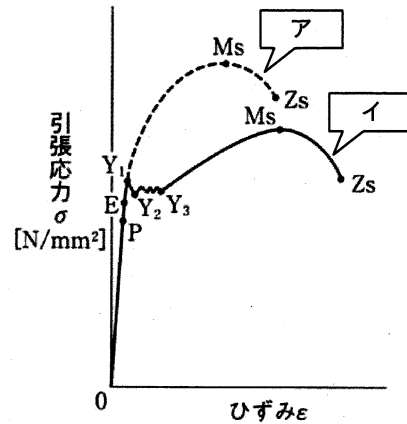

図1 炭素鋼の応力-ひずみ線図
1) 図1は炭素鋼の応力-ひずみ線図である。
①軟鋼の応力-ひずみ線図はア、イのどちらかを答えよ。
②点Eの応力の名称を答えよ。
③点Y1の応力の名称を答えよ。